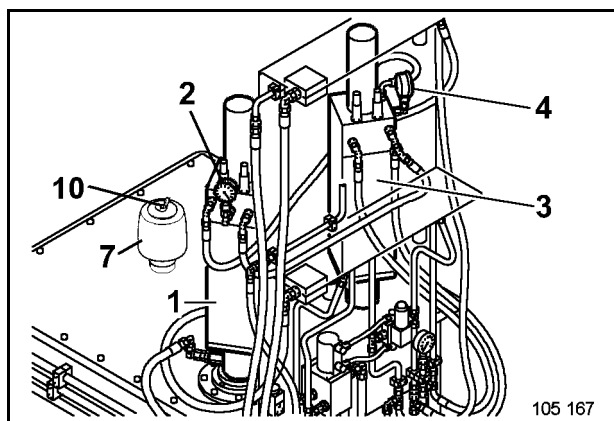

Fig. 3-124:
- Soltar la tuerca de mariposa (10, Fig. 3-124:).